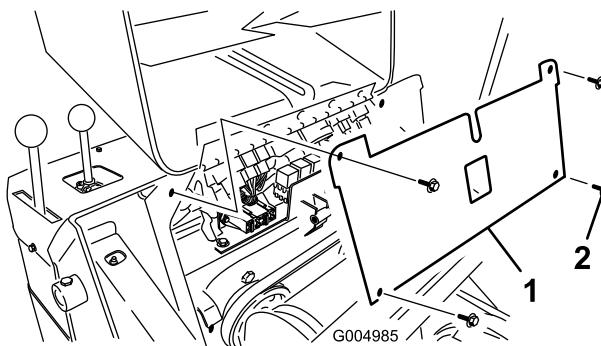

Figura 42
- Rimuovere le 4 viti che fissano il portafusibili, quindi estrarre il pannello tirandolo verso l'alto (Figura 42).